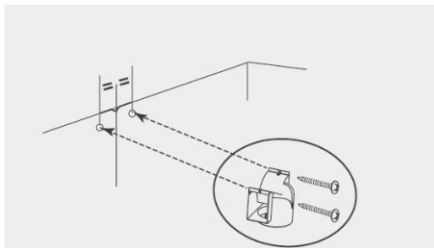

Рис.7
- Закрепите при помощи шурупов на стене у потолка пластиковый индикатор дыма. Будьте внимательны при центровке индикатора (рис. 7).